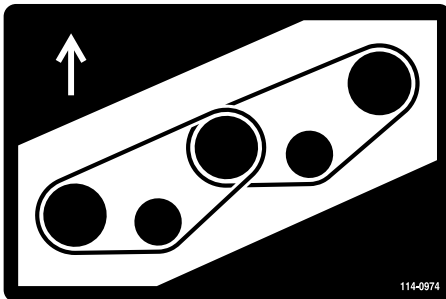
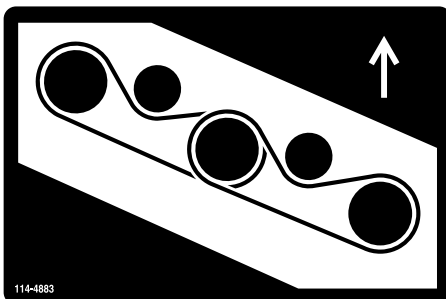

Figura 118
Figura 119
7. Infilate la nuova cinghia attorno alle pulegge del mandrino e al gruppo puleggia tendicinghia (Figura 118 e Figura 119).